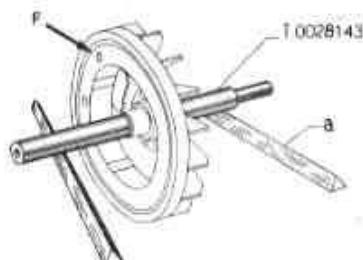

Fig. 37 - Controllo equilibratura rotore.
7. - Controllare nuovamente la concentricità dei diametri con il mandrino T.0028143 ed orologio comparatore. Controllare usando tale mandrino ed i due coltellini «a» della fig. 37 l'equilibratura del rotore. Correggerla eventualmente praticando, in posizione opportuna, alcuni fori non passanti sulla faccia piana dell'espansione polare (ved. fori «F» in fig. 37). È ammesso uno squilibrio ≤ 30 gr. sul \varnothing est. Il controllo deve essere effettuato con il tassello per feritoia montato.